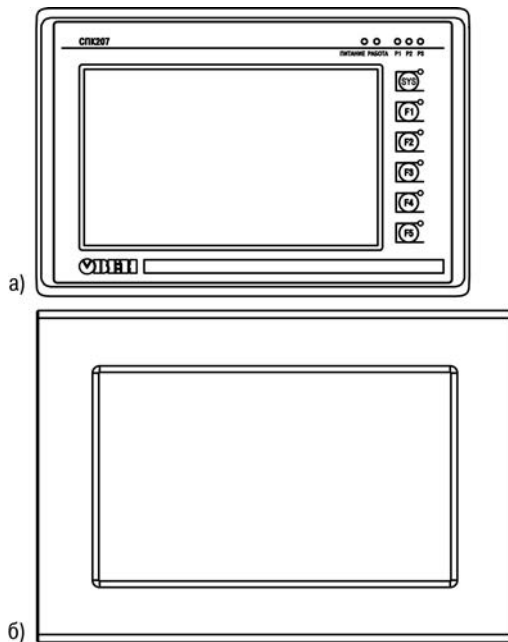

Рисунок 3.1 – Внешний вид лицевой панели: а) СПК207–Х.Х.Х0, б) СПК210–Х.Х.11
На лицевой панели СПК207-Х.Х.00 (рисунок 3.1) расположены:
- кнопки: «SYS», «F1», «F2», «F3», «F4», «F5» и шесть соответствующих одноцветных единичных индикаторов, загорающихся в момент нажатия кнопки (рисунок 3.1,а).